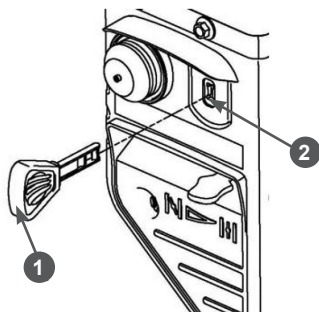

Рис. 32 Установка ключа выключателя зажигания
5. Вставьте ключ 1 в гнездо 2 выключателя зажигания (Рис. 32).
жигания (Рис. 32).
ля зажигания (Рис. 32).